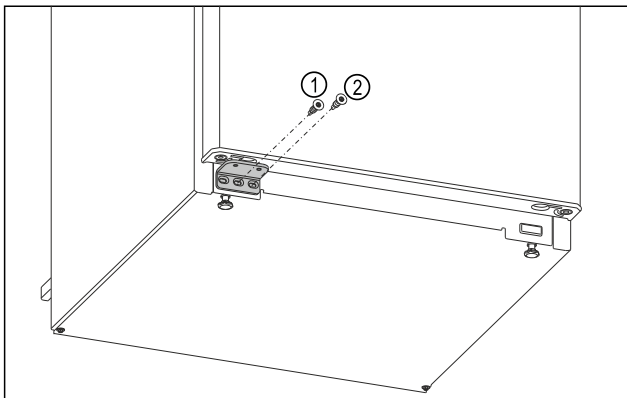

Fig. 19
- Mittlere Schraube des Lagerbocks Fig. 19 (1) mit Schraubendreher Torx 20 festschrauben.
- Innere Schraube des Lagerbocks Fig. 19 (2) mit Schraubendreher Torx 20 festschrauben.